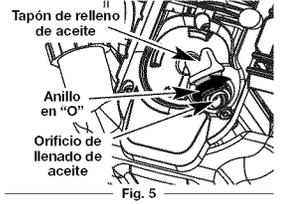

Fig. 5
3. Saque el tapón de aceite/ varilla de medición del cigüeñal (Fig. 5).